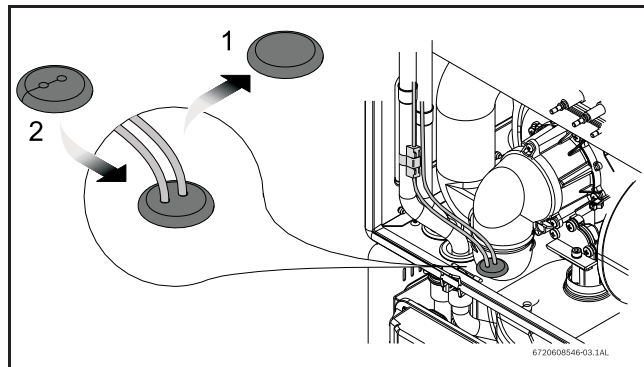

Рис. 5 Замена резинового уплотнения
- ▶ 2. Замените старое резиновое уплотнение на новое из комплекта, см. рис. 5. Расположите два нагревательных элемента на трубопроводе в нижней коробке, пропустив кабели через уплотнение из комплекта. (См. рис. 6, поз. 3, рис. 7, поз. 3).